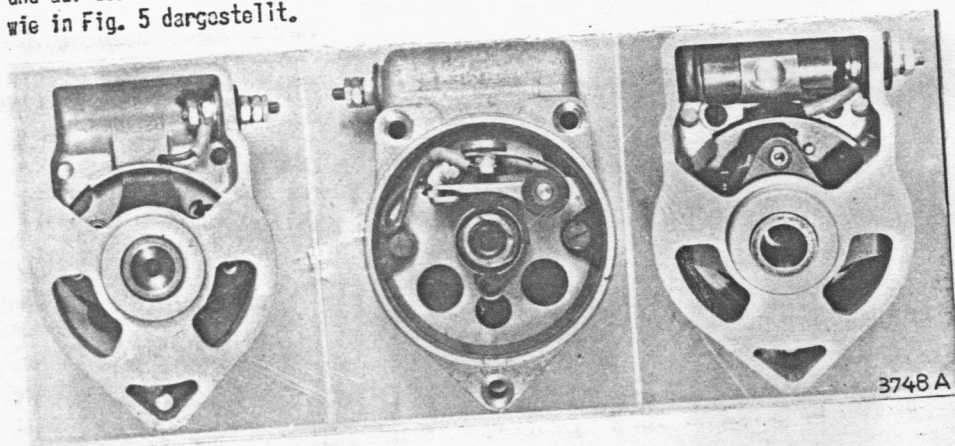

Fig. 5: Ansicht des Verteilers: links Typ 1BRA2, rechts Typ BRA2, von Antriebsseite. Mitte Vordorsicht ohne Deckel und Verteiler (für beide Typen gleich).
Zum Einbau des Verteilers sind der Deckel und die Verteilerscheibe abzunehmen; der Verteiler wird am Motorgehäuse angeschraubt, nachdem der Motor in Drehrichtung soweit durchgedreht wurde, dass der (in Fahrrichtung gesehen) hintere Zylinder (1) nach Vollendung des Kompressionshubes im Zündpunkt für Spätzündung (oberer TP) steht. Die Nockenwelle des Verteilers wird bei festgehaltenem Motor in Drehrichtung (siehe Pfeil auf dem Gehäuse des Verteilers) verdreht, bis der mit einer Einstellmarka versehene Nocken eben den Unterbrecherhebel anzuheben beginnt. In dieser Stellung wird die Antriebswelle erst von Hand kräftig auf den Konus der Motorradsteuerwelle aufgedrückt und dann mit der Schraube -4- festgezogen. Es ist dabei zu beachten, dass beim Verdrehen der Verteilerwelle die Zündmomentverstellvorrichtung geschlossen bleibt (Spätzündung). Bevor der Verteiler aufgesetzt wird, überzeuge man sich, dass das Kabel vom Kondensator direkt nach vorne gezogen wird und auf der Vorderseite in einer Schleife an der Gehäusewandung entlang läuft, wie in Fig. 5 dargestellt.